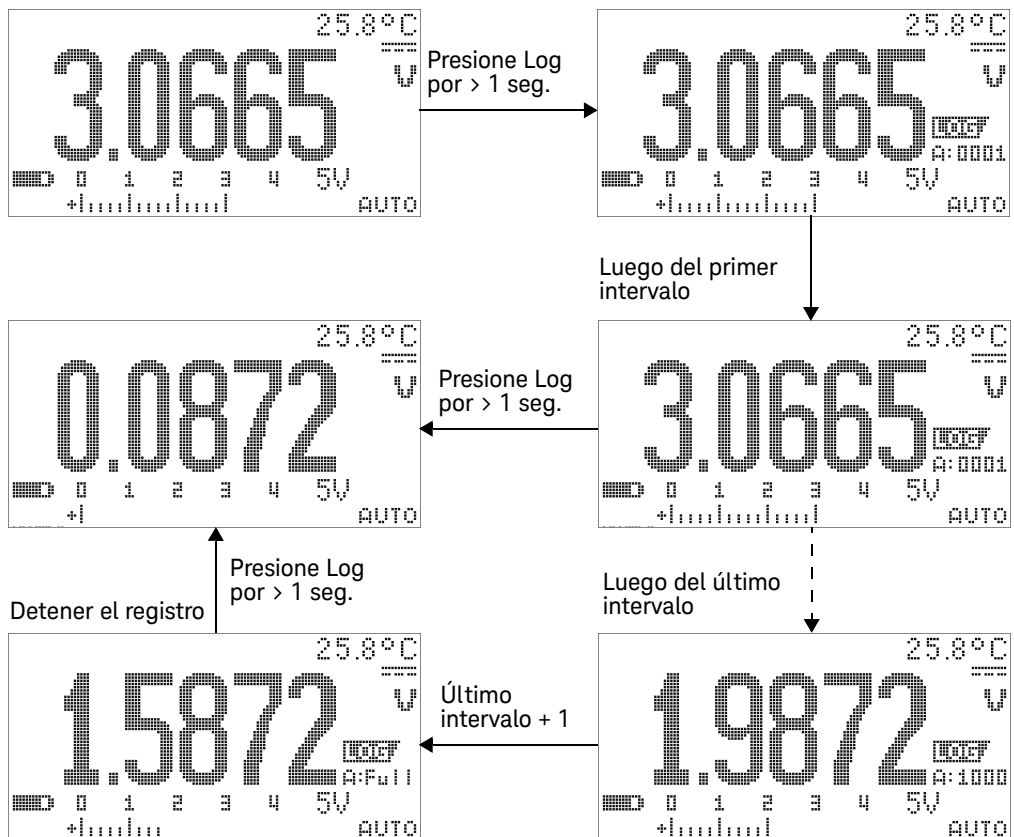

Figura 3-10 Operación del modo de registro de intervalo (tiempo)
- 1 Presione por más de 1 segundo para almacenar el valor actual y la función que aparece en la pantalla principal en la memoria del multímetro. Se indican y el índice de registro. Las mediciones siguientes se registran automáticamente en la memoria en un intervalo (LOG TIME) especificado en el modo Configuración. Consulte la Figura 3-10 en la página 99 para saber cómo operar este modo.